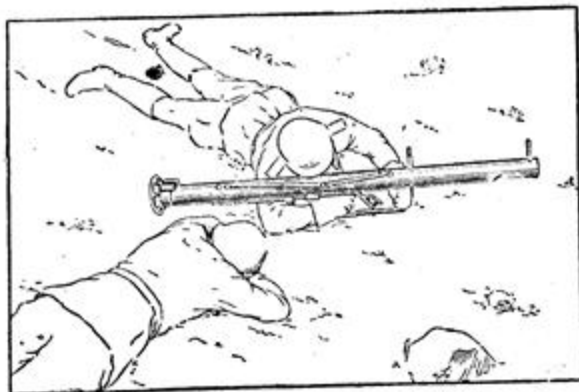

Рис. 4. Стрельба из ружья лёжа
5. При стрельбе лёжа расположить туловище и ноги под углом к оси трубы во избежание ожогов (рис. 4).